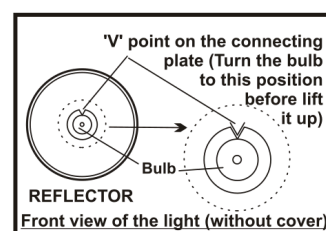

Fig.16
- Sostituirla con una nuova lampadina Krypton. (Fig.16)